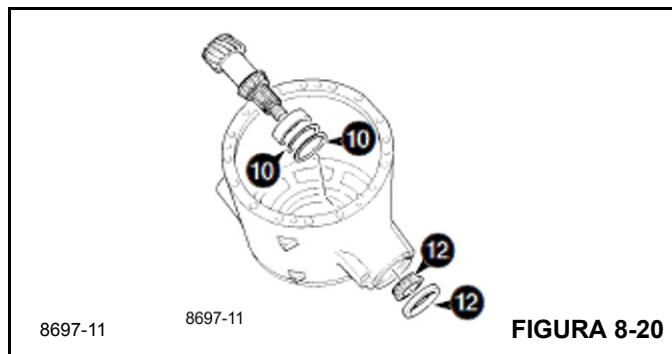

FIGURA 8-20
10. Determine a espessura correta necessária para os calços 10 (Figura 8-20); consulte *Ajuste da profundidade do pinhão* na página 8-12.